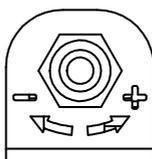

Рис. 14
2. Регулировка уровня минерализации производится при вращении рукоятки вентиля подмеса (рис. 14). При вращении рукоятки по часовой стрелке – уменьшается количество подаваемой воды с уровнем минерализации исходной воды, а при вращении против часовой стрелки – увеличивается.